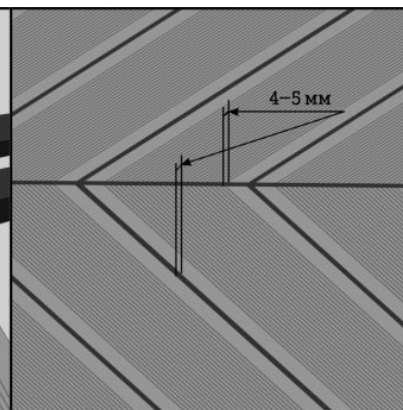

Рисунок 8
- При укладке торцевых досок со стыком в ус должен соблюдаться зазор не менее 5 мм (рис.8), при этом концы досок должны опираться каждый на свою лагу, смонтированную параллельно к шву в ус.